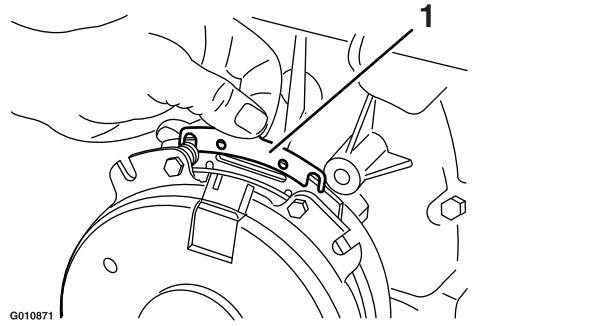

Figura 75
- B. Utilizando um alicate de pontas finas, ou com a mão, prenda a patilha e retire o calço (Figura 75).